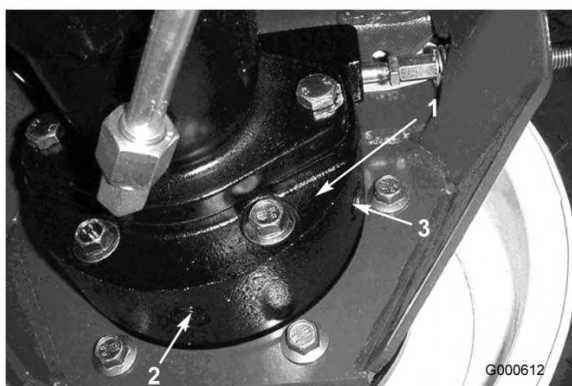

図 45
3. ホイールの反対側のブレーキ・ハウジング (図 45) の下にも容器を置く。